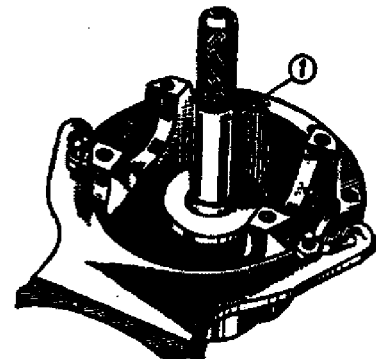

Fig. 3-64. Instalação da pista externa do rolamento traseiro do pinhão: 1 - mandril A.70171.
1. Posicionar o porta-diferencial em um suporte adequado e instalar as pistas externas dos rolamentos dianteiro e traseiro, com o auxílio dos mandris A.70185 e A.70171, respectivamente (fig. 3-64).